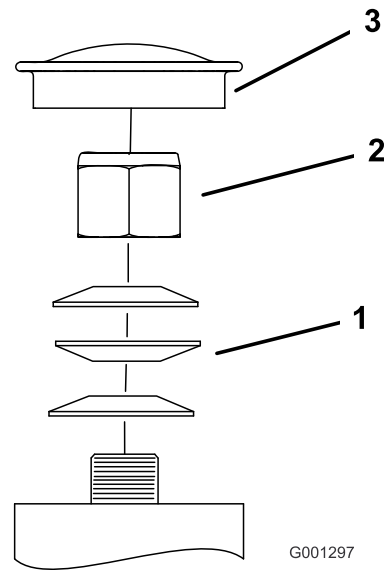

Figura 63
3. Retire el tapón guardapolvo de la rueda giratoria y apriete la contratuercas (Figura 63).
4. Apriete la contratuercas hasta que las arandelas de muelle estén planas, luego afloje la contratuercas 1/4 de vuelta para establecer la pre-carga correcta de los cojinetes (Figura 63).
Importante: Asegúrese de que las arandelas de muelle están correctamente instaladas, según se muestra en Figura 63.
5. Coloque el tapón guardapolvo (Figura 63).